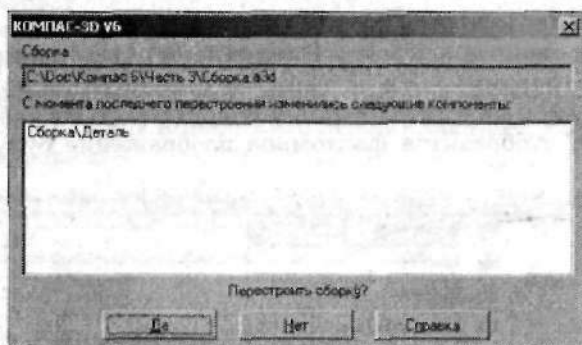

Рис. 3.20. В данном диалоговом окне щелкните по кнопке Да
9. Щелкните по кнопке  (Создать объект) и выйдите из режима редактирования на месте нажатием соответствующей кнопки  (Редактирование на месте). Появится диалоговое окно, показанное на рис. 3.20, с вопросом о перестроении сборки. Ответьте утвердительно на этот вопрос щелчком правой клавиши мыши по кнопке Да.